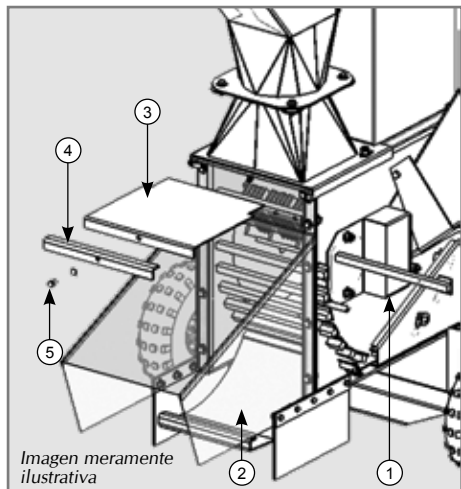

Fig. 1
En la salida inferior están fijadas varias barras cuadradas removibles (1). Con la retirada de la barra superior, una placa basculante (2) permite la salida del material triturado para abajo. Para hacer uso de esta salida, es necesario que la placa de cierre (3) sea fijada en la salida superior. La cantonera (4) necesita ser retirada, a través del aflojamiento del tornillo (5). En su lugar debe ser montada la placa de cierre (3), para que la salida superior quede cerrada (Fig. 1).